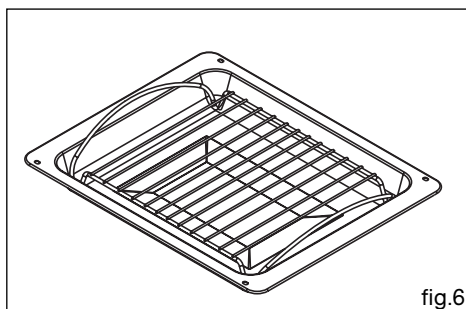

fig.6
• **Plat creux 45 mm équipé d'une grille support spéciale grillades (fig.6)**